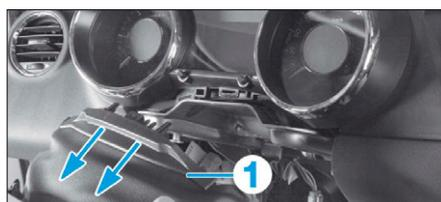

FIG. 24
- la coquille supérieure de colonne de direction (1) (Fig.24),